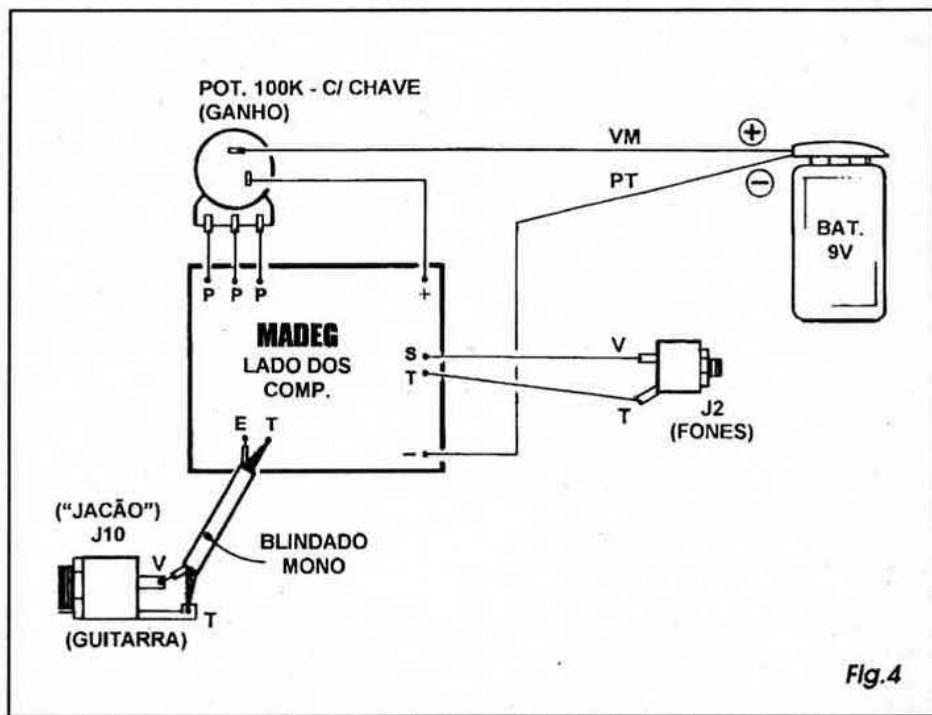

Fig.4
- **FIG. 4 - CONEXÕES EXTERNAS À PLACA** - No diagrama, a plaquinha ainda é vista pela sua face não cobreada (como na figura anterior...), porém agora *desprezando-se* os componentes já soldados *sobre* o impresso, de modo a descomplicar o visual e facilitar a interpretação... O que nos interessa agora são as conexões externas, feitas *da placa para fora*, todas elas relativas a algumas ilhas periféricas (dispostas junto às bordas do impresso) já identificadas/codificadas desde a figura anterior... Notar as ligações dos pontos **P-P-P** aos terminais do potenciômetro (este visto *pela traseira*, na figura...) e observar também a polaridade dos cabinhos da alimentação, vindos do *clip* da bateria... Quanto a estes, lembrar que a cor **vermelha** codifica o **positivo (+)** e a cor **preta** o **negativo (-)**... Os dois terminais existentes na traseira do potenciômetro, correspondentes à chave interruptora a ele incorporada, devem ser eletricamente intercalados no fio **vermelho**, (**positivo**) vindo do *clip*... Identificar corretamente os terminais **vivo (V)** e **terra (T)** do *jacão* (entrada para o cabo da guitarra...) e ligá-los diretinho aos condutores (respectivamente o interno e a malha metálica...) do cabo blindado mono, cuja outra extremidade vai aos pontos (ainda respectivamente...) **E** e **T** da pla-